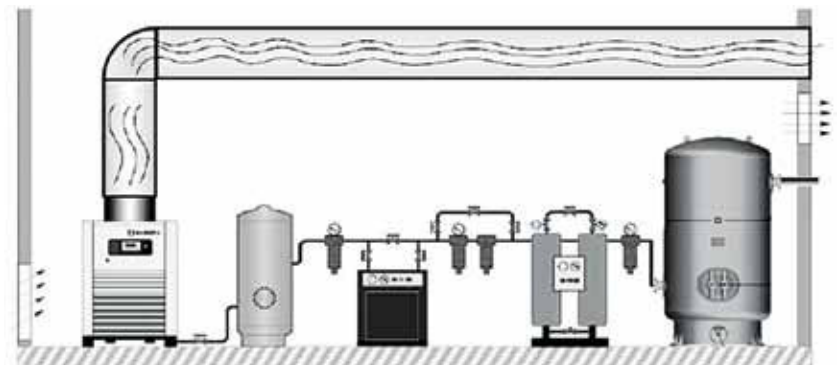

Рис. 3.3
- Пожалуйста, обратитесь к рис. 3.3 для стандартного расположения воздушной системы.
Цифры на рис. 3.3 соответствуют следующим компонентам: